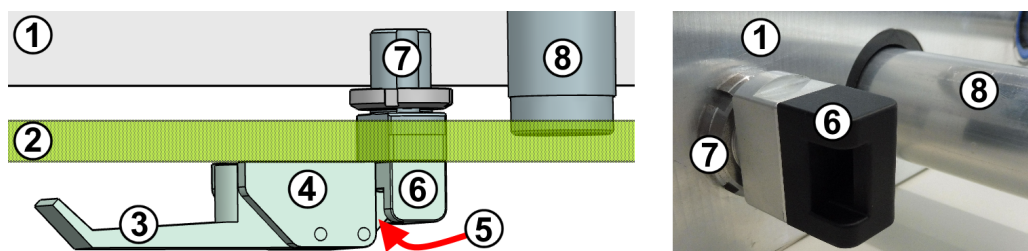

图 7-2: 偏心压紧装置的横截面顶视图 (左) 和细节图 (右)
压紧闩装置的组件如图 7-2 所示：
2. 确保把手处于与箱门成 90° 角的完全打开位置，具体如图 7-4 中的图 3 和 4 所示。此位置可防止锁门（图 7-2 中标号 5）和锁定块 (6) 发生碰撞。